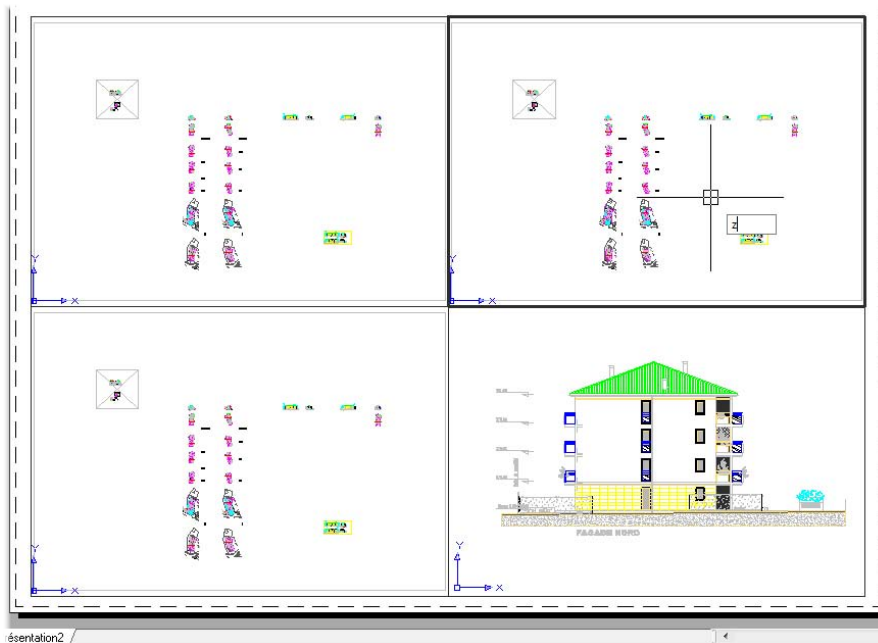

Figure 6.34
34. La mise à l'échelle et le cadrage de la première fenêtre sont finis. Passons à la deuxième fenêtre (voir Figure 6.34). Répétons la même opération pour les trois fenêtres restantes : double-clic dans la fenêtre, saisie du zoom xp, cadrage.